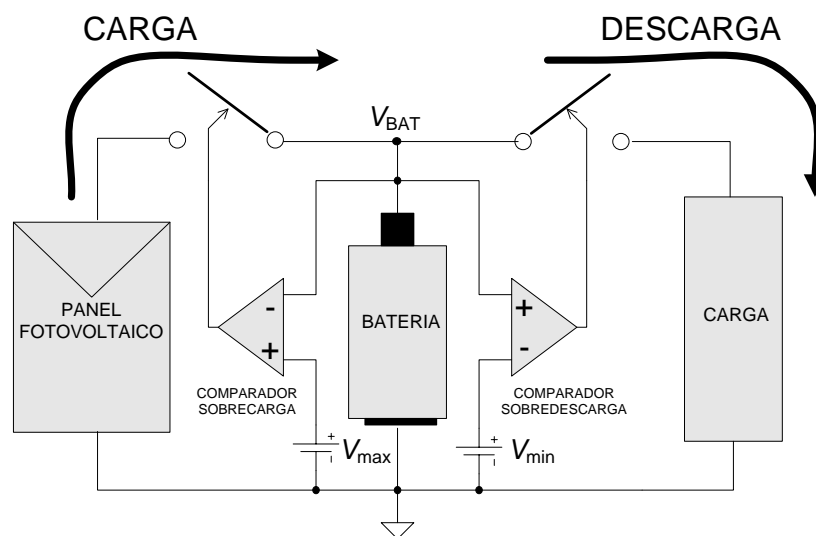
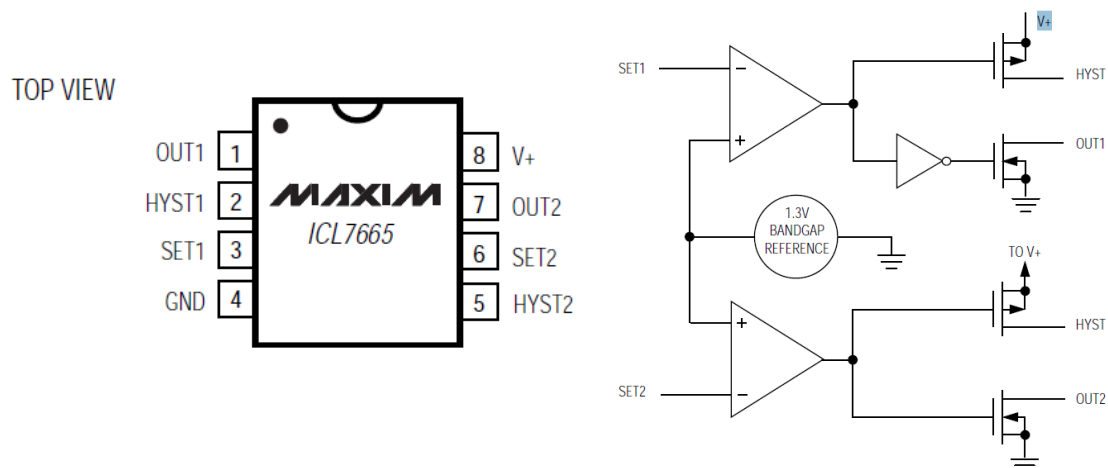

Figura 1 Esquema de protección de una batería ( $V_{min} < V_{BAT} < V_{max}$ ) en un sistema fotovoltaico.
Figura 5. Configuración de pines y esquema interno del ICL7665.
El uso de baterías recargables en un circuito electrónico comporta utilizar sistemas de supervisión y protección para evitar su sobrecarga o sobredescarga. La Figura 1 muestra un ejemplo de un sistema que incorpora un panel fotovoltaico para la recarga de las baterías. Dos comparadores controlan sendos interruptores que se abren cuando la tensión en la batería,  $V_{BAT}$ , excede un umbral superior ( $V_{max}=3.8\text{ V}$ , en el caso de la sobrecarga) o cae por debajo de un umbral inferior ( $V_{min}=3.2\text{ V}$ ), en el caso de la sobredescarga).
Por otra parte, se propone utilizar el integrado ICL7665 para implementar la lógica de control de los interruptores (implementados con transistores MOSFETs) del esquema de la Figura 1. La Figura 5 muestra la configuración de pines y el esquema que explica su comportamiento interno de este circuito integrado.
6. El esquema interno del ICL7665, véase Figura 5, utiliza un comparador (equivalente a un AO trabajando en saturación), un inversor, una referencia interna a 1,3 V y NMOS en las salidas OUT. Considerando que se alimenta el integrado entre 0 V y  $V_{BAT} = 3,6$  V, indique cual sería la tensión en cada uno de los nodos de este circuito formado entre SET1 y OUT1 (tensión a la salida de los comparadores, salida del inversor) y el estado de los transistores NMOS conectados a las salidas OUT en las siguientes situaciones:
7. El esquema interno del ICL7665, véase Figura 5, utiliza un comparador (equivalente a un AO trabajando en saturación), un inversor, una referencia interna a 1,3 V y NMOS en las salidas OUT. Considerando que se alimenta el integrado entre 0 V y  $V_{BAT} = 3,6$  V, indique cual sería la tensión en cada uno de los nodos de este circuito formado entre SET2 y OUT2 (tensión a la salida de los comparadores, salida del inversor) y el estado de los transistores NMOS conectados a las salidas OUT en las siguientes situaciones:
11. Determinad cómo queda el estado del transistor conectado a la salida HYST1 en el circuito interno del ICL7665, mostrado en la Figura 5, en las siguientes situaciones: